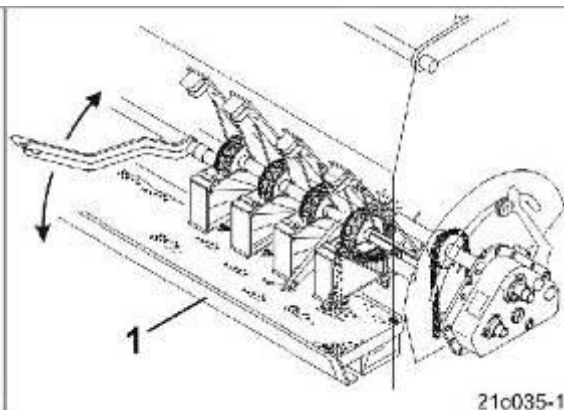

Рис.70
14. Проворачивайте колесо сеялки до тех пор, пока семена не станут высыпаться из всех высевных коробок в высевные лотки (Рис. 70/1).